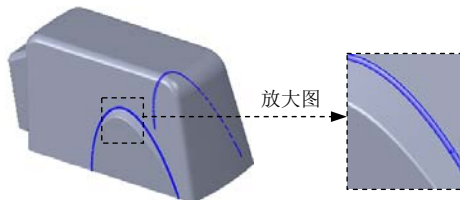

图 5.11.37 圆角 7
Step28. 创建图 5.11.37 所示的零件特征——圆角 7。系统弹出“圆角”对话框，采用
系统默认的圆角类型，要圆角的对象为图 5.11.37 所示的两条边线，输入圆角半径值 0.5；单击  按钮，完成圆角 7 的创建。